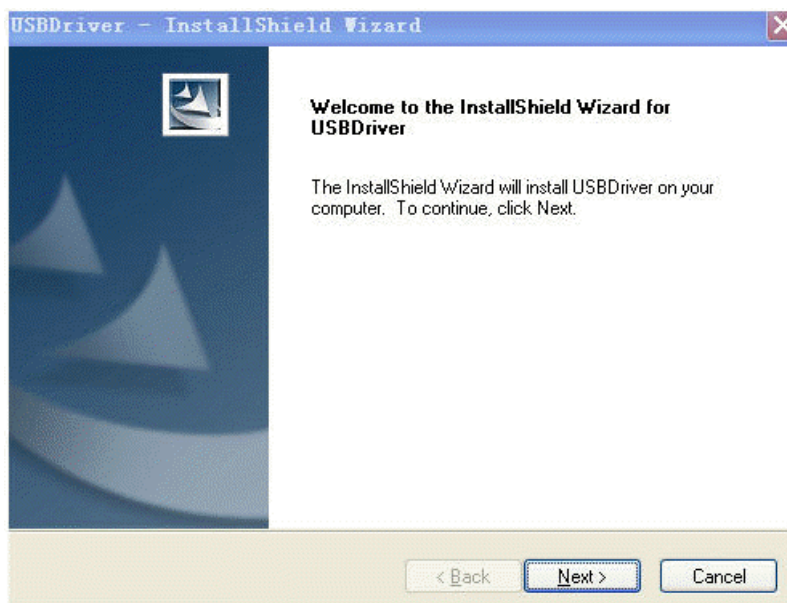

Рисунок 2-20: Установка USB-драйвера
- Двойной щелчок на файле USBDriver.exe для начала установки. Смотрите рисунок 2-20.